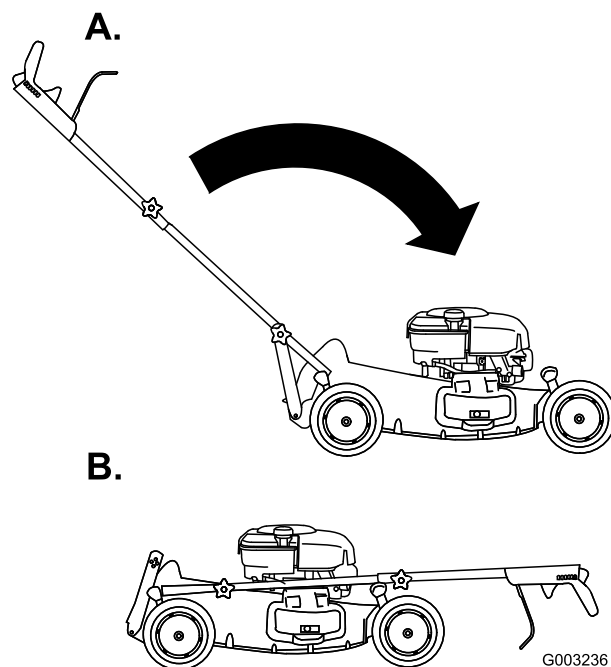

Bild 55
- Drehen Sie den Griff nach vorne (Bild 55).